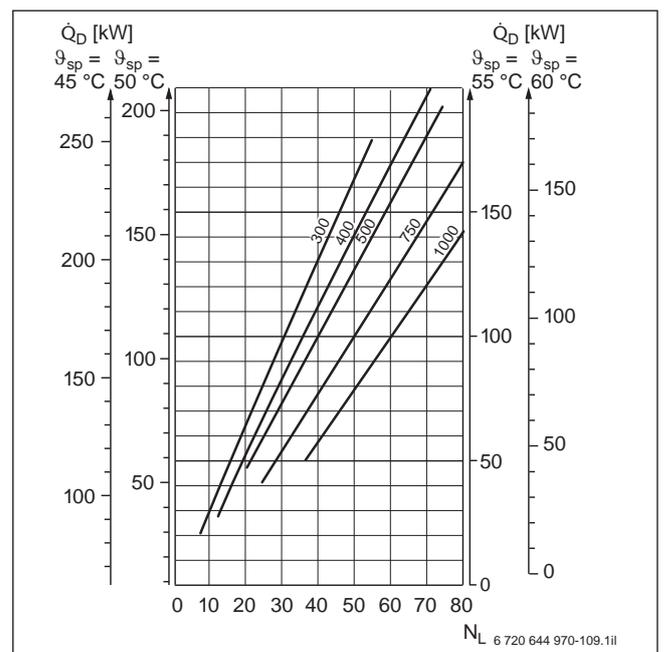

Bild 97 Speicherladesystem mit Logalux ESF300, SF300 ... SF1000.5 bei durchlaufender Schichtladepumpe
- **Durchlaufende** Schichtladepumpe → Bild 97 z. B. bei Anschluss einer bauseitig zu stellenden Schaltuhr